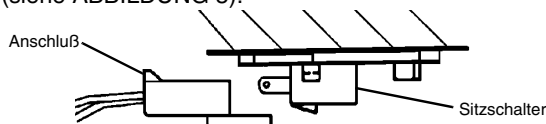

ABBILDUNG 5
- Sitzschalteranschluß des Fahrersitzes mit Schalter im Boden des Sitzes verbinden. Sicherstellen, daß der Anschluß am Schalterkörper einrastet (siehe ABBILDUNG 5).